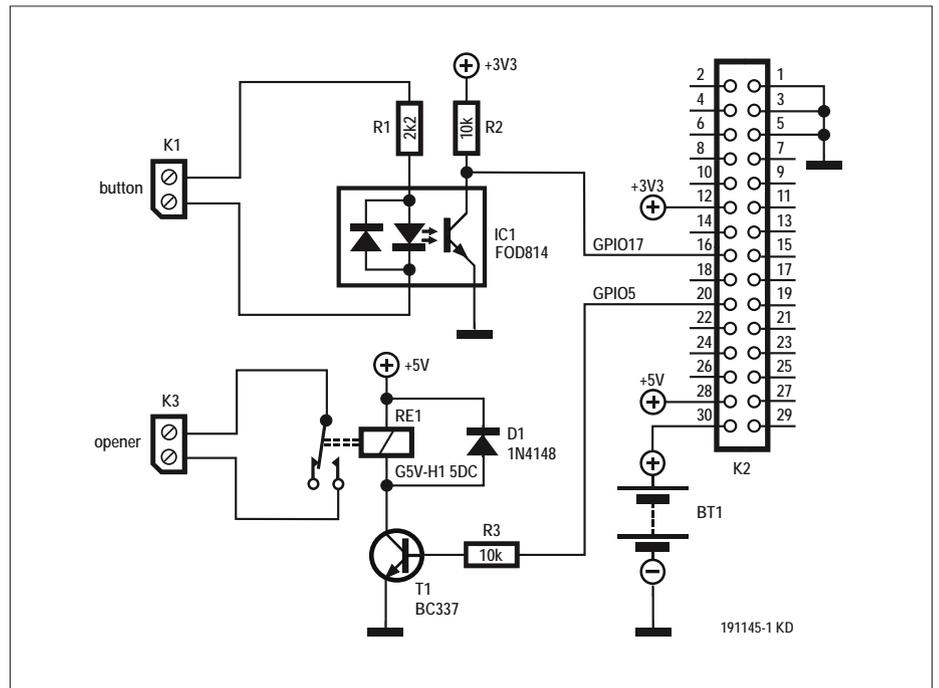

Bild 2. Schaltung der Türklingel-Erweiterung mit der leistungsstarken Kombination aus Arduino, ESP32 und dem kostenlosen Online-Messenger Telegram.
**Bild 2** zeigt die Schaltung für die Telegram-Türklingel - einfacher geht es wirklich nicht. Wir gehen davon aus, dass das M5Stack-Modul extern über seinen USB-Anschluss mit Strom versorgt wird. Die Zusatzhardware hat nur zwei Aufgaben, nämlich den elektrischen Türöffner über T1 und RE1 anzusteuern sowie den Druck auf den Klingelknopf an K1 über den Optokoppler IC1 an den M5Stack weiterzuleiten. Traditionell wird eine elektrische Türklingel mit einer Wechselspannung von 6...24 V versorgt, eine Norm gab es aber nie und wahrscheinlich wird man auch seltene exotische Varianten außerhalb dieses Bereichs finden. Wie auch immer, diese Wechselspannung liegt, solange der Klingelknopf nicht gedrückt wird, an dessen Anschlussdrähten und somit an K1.